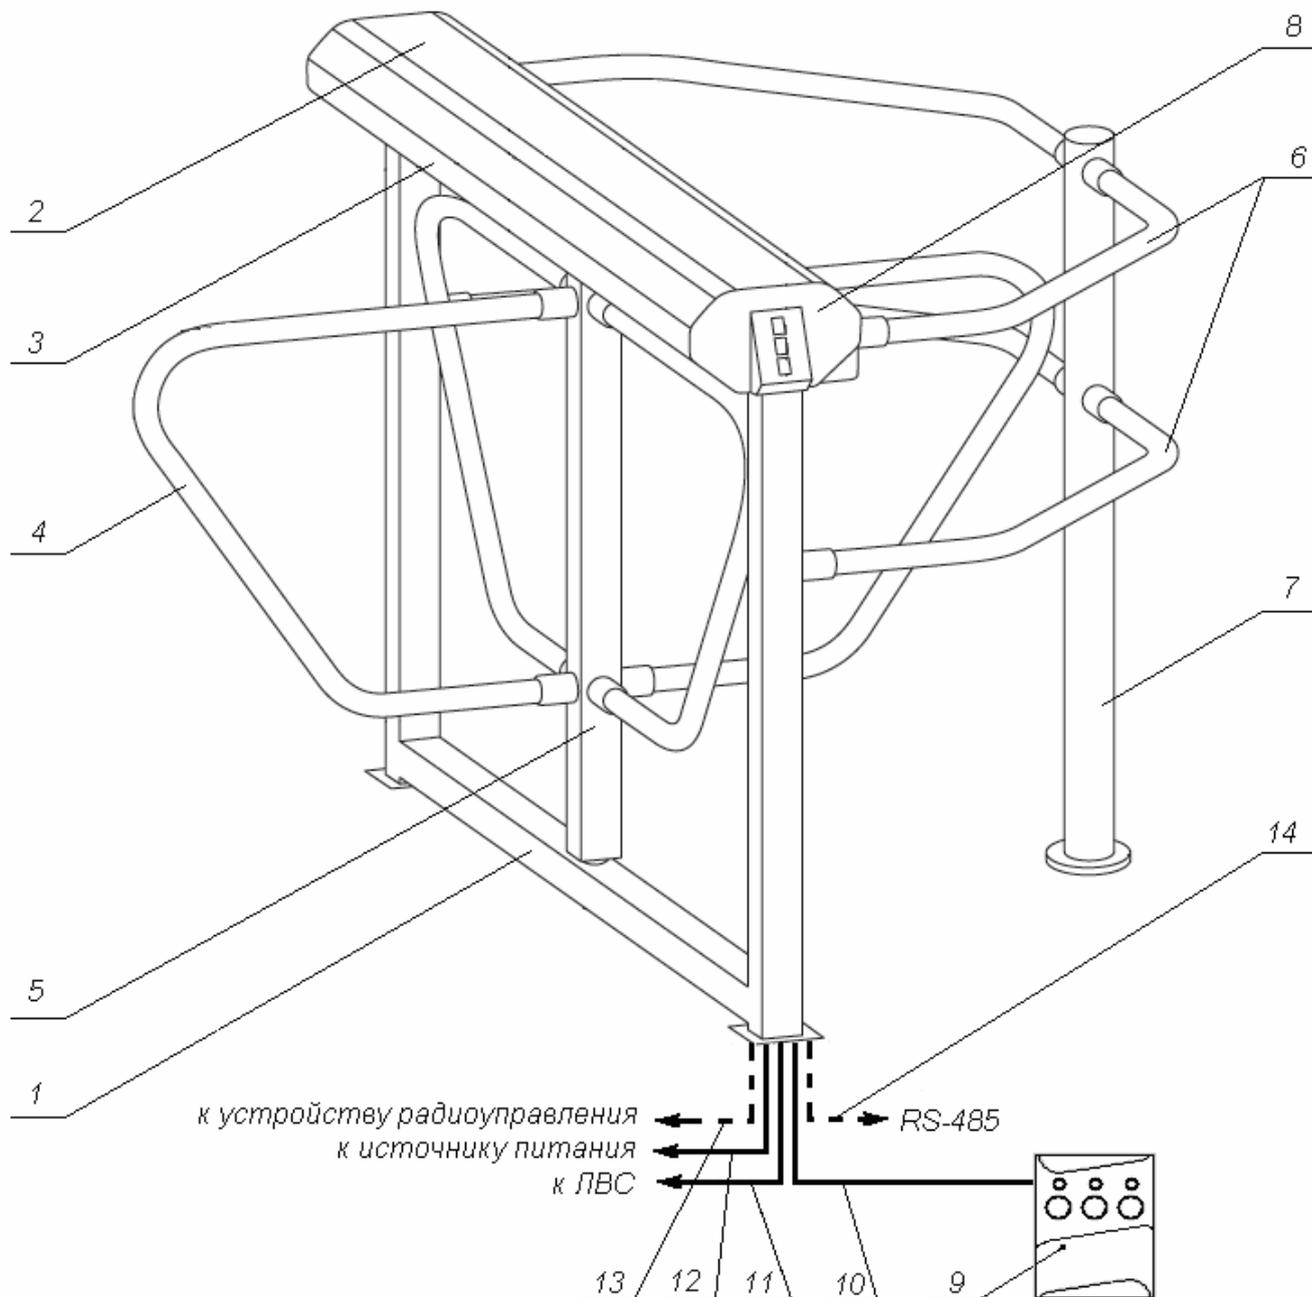
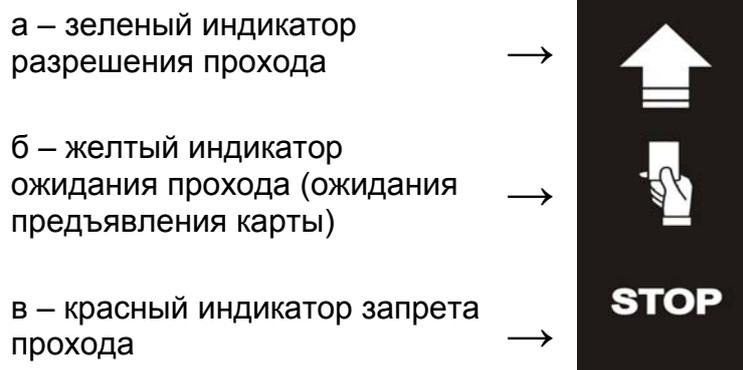
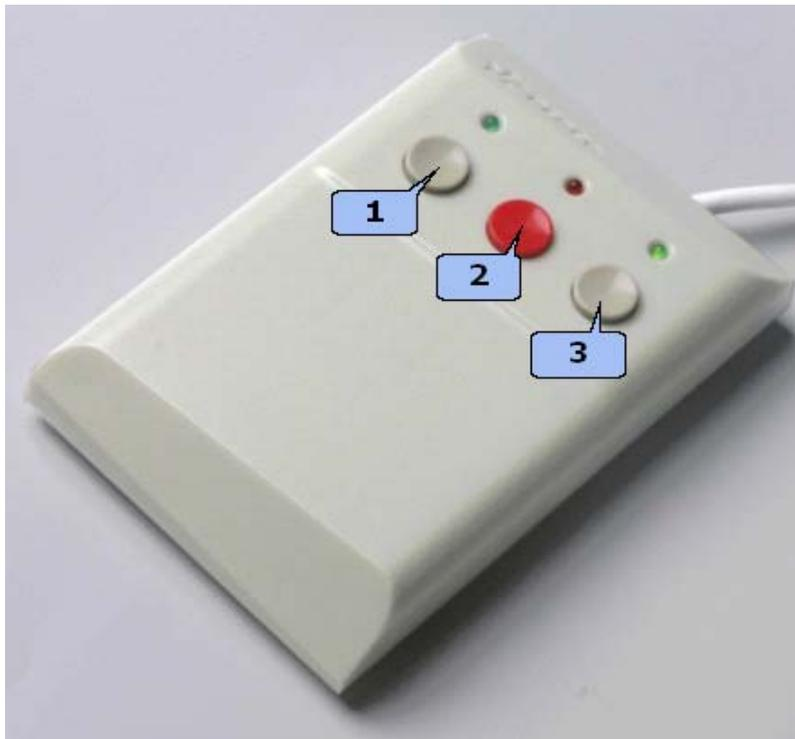

Рисунок 1 Устройство KR05.3
Рисунок 2 Мнемонические индикаторы блока индикации
Рисунок 3 Пульт управления
ЭП состоит из рамы с балкой со встроенными контроллером и двумя считывателями, ротора, четырех створок и пульта управления (см. рис. 1). После каждого прохода человека через ЭП ротор со створками автоматически доворачивается до исходного положения.
Для информирования о текущем состоянии на обоих торцах ЭП расположены пластиковые крышки с блоками индикации (8), там же находится встроенный считыватель бесконтактных карт доступа. Блок индикации имеет три мнемонических индикатора (см. позицию 8 на рис. 1 и рис. 2):
К стойке подключается кабелем пульт управления (см. позиции 9-10 на рис. 1 и рис. 3), который имеет:
Для предъявления карты доступа необходимо поднести ее к зоне индикации (см. рис. 1). При предъявлении разрешенной карты доступа ЭП разблокируется, и на блоке индикации со стороны предъявления карты загорается зеленый индикатор разрешения прохода. После прохода ЭП и индикация возвращаются в исходное состояние.